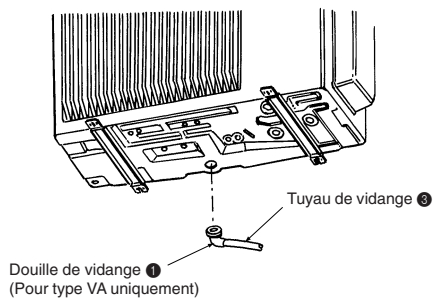

Fig. 4-1
4. Tuyaux de vidange de l'appareil extérieur (Fig. 4-1)